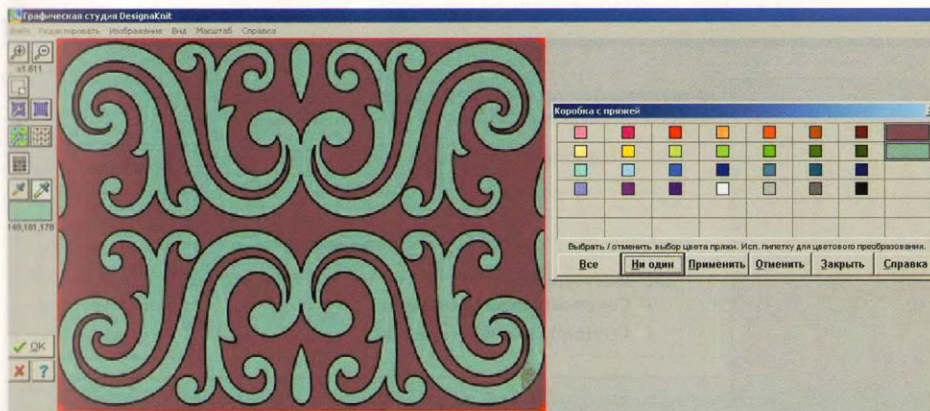

рис. 15
3. Далее, определяем количество цветов в рисунке. Для этого нужно открыть палитру цветов, назначить с помощью пипетки рабочие цвета (рис. 15). Если в палитре присутствуют уже цвета рисунка, то следует отключить все неактивные цвета, кроме нужных. Если нужные цвета отсутствуют в палитре, то можно их добавить. Нажать на значок «большая пипетка», перенести на цвет фона, под значком с инструментами появится окошко с определившимся цветом. Перенести пипетку в пустое окно палитры. После добавления всех цветов, нажать на кнопку «Применить» (рис. 15).